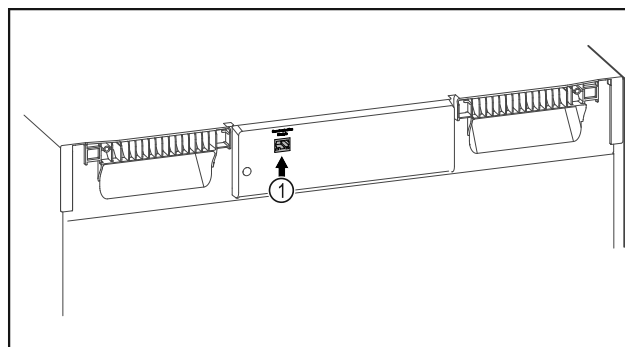

Fig. 86
- ❑ Założono SmartModule Fig. 86 [1].